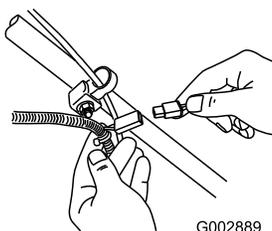

Figura 28
1. Ligue o carregador à cablagem sob a chave da ignição (**Figura 28**).